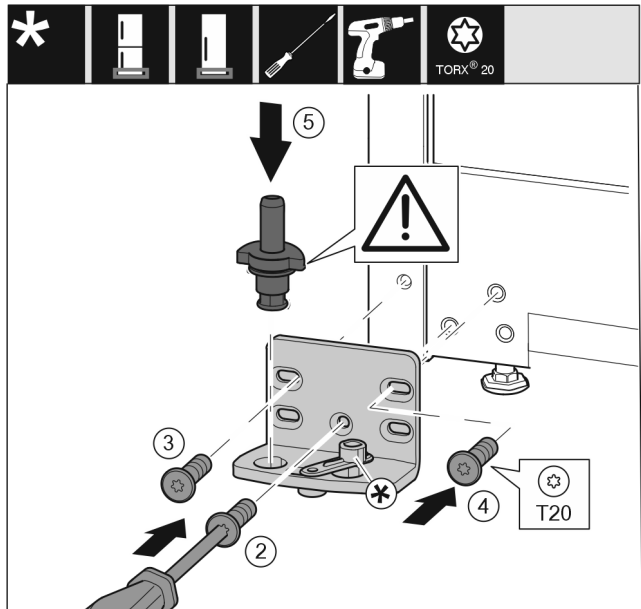

Fig. 14
- Coloque el soporte de cojinete en el otro lado y atorníllelo con la ayuda de un destornillador T20. Comience por el tornillo 2 en la parte inferior central. Fig. 14 (2)
- Atornille los tornillos 3 y 4. Fig. 14 (3,4)
- Coloque el perno de cojinete completo. Preste atención a que el saliente de retención esté orientado hacia atrás. Fig. 14 (5)